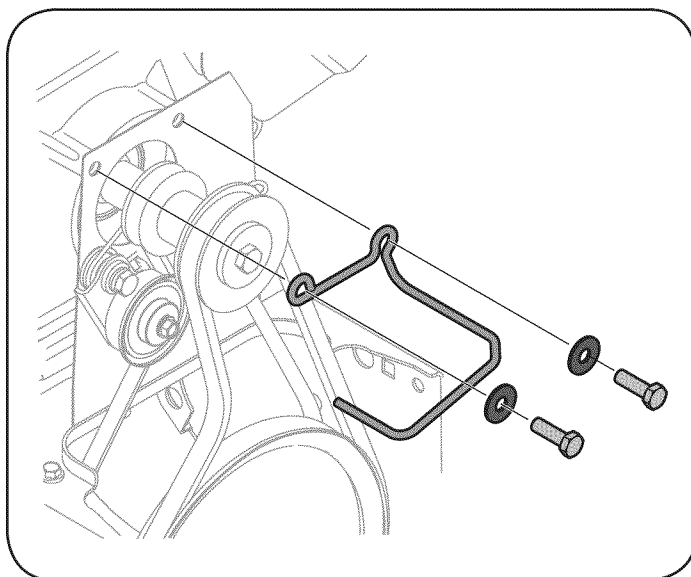

Figura 30
3. Afloje y retire los dos tornillos y arandelas planas que aseguran la guía de la correa. Vea la Figura 30. Retire la guía de la correa.